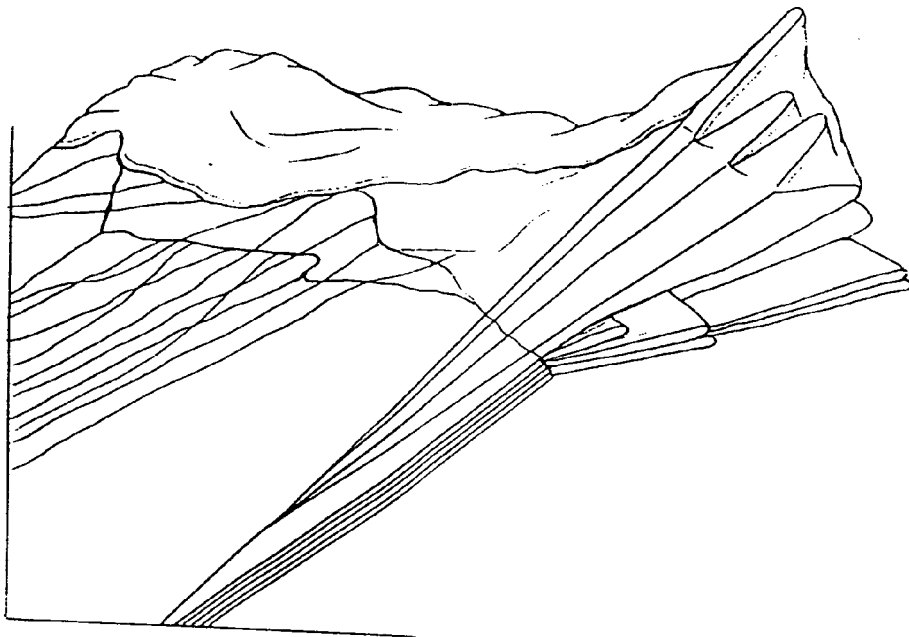

Рис. 7
- 4) взять задние полотнища купола между местами крепления лучей строп управления и натянуть лучи и полотнища между ними (рис. 7);